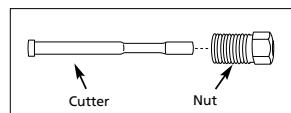

Figure 5
5. Après avoir enlevé la lame et l'écrou de l'outil, glisser l'écrou de la lame (Figure 5).